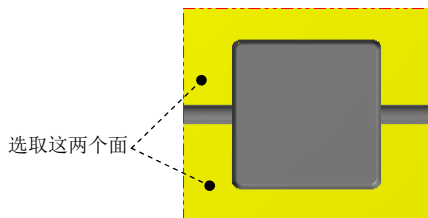

图 11.4 选择图系
(1) 单击顶视图 按钮，选择下拉菜单 **绘图(C)** → **边界盒(B)...** 命令，系统弹出“边界盒选项”对话框。
(2) 在“边界盒选项”对话框中选中 ☒ **线或弧** 复选框，取消选中 ☐ **中心点** 复选框。
(3) 单击“选择图系”按钮 ，在图形区中选取图 11.4 所示的模型表面，单击“结束选择”按钮 ，系统返回至“边界盒选项”对话框；分别在 **展开** 区域的 **X** 文本框和 **Y** 文本框中输入值 1。